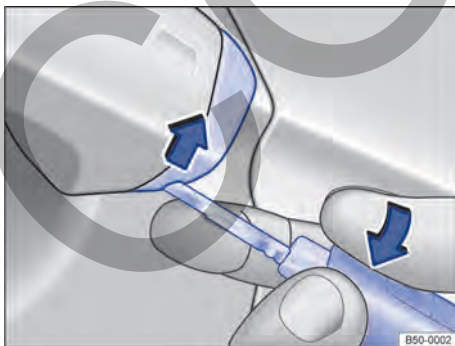

Fig. 52 Manilla de la puerta del conductor: levantar la caperuza.
- Levantar la caperuza con la llave del vehículo en el sentido de la flecha → **fig. 52**.